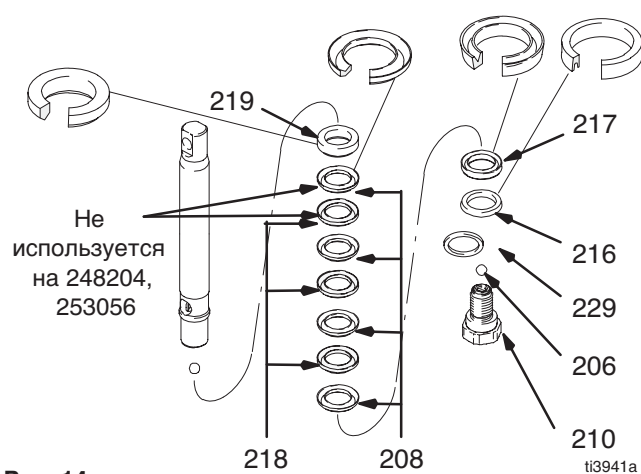

Рис. 14
Рис. 14. Перед сборкой замочите все кожаные уплотнения в масле SAE 30 W, как минимум, на 1 час. Набейте сальник (219), вставляемый внутрь, на шток поршня. Либо набейте полиэтиленом сверхвысокого молекулярного веса (208) и установите кожаное уплотнение (218) на шток поршня (отметьте положение). Установите наружный сальник (217). Установите грязесъемник поршня (216) и зубчатую шайбу (229) (обратите внимание на ориентацию) на клапан поршня (210). Специальной уплотнительной пасты на резьбе клапана поршня хватает на четыре смены уплотнений. После четырех смен уплотнений нанесите на резьбу клапана поршня пасту Loctite®.